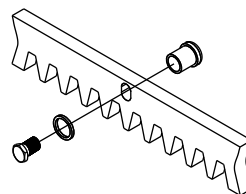

Abb. 6
5.2. An jedes Zahnstangenteil die Befestigungsklinken mit den entsprechenden Befestigungsschrauben im oberen Bereich der Öse befestigen (Abb.6);